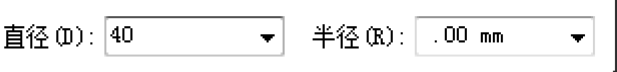

图 6-112 填入直径尺寸值
(8) 单击【绘制草图】选项卡【绘图】区域下的【圆】按钮下的【中心和点画圆】，在弹出的菜单栏中的 直径(D): .00 mm 中添加值 40mm，如图 6-112 所示。